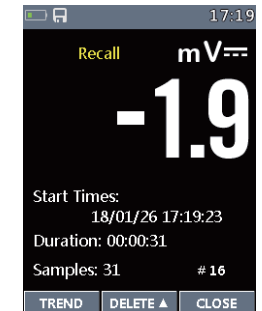

Fig136
- Dans le menu d'enregistrement. Appuyez sur la touche ▲ ou ▼ la touche T pour sélectionner Élément de revue. Appuyez sur le bouton ► Enter View Record Measurement (Fig136).